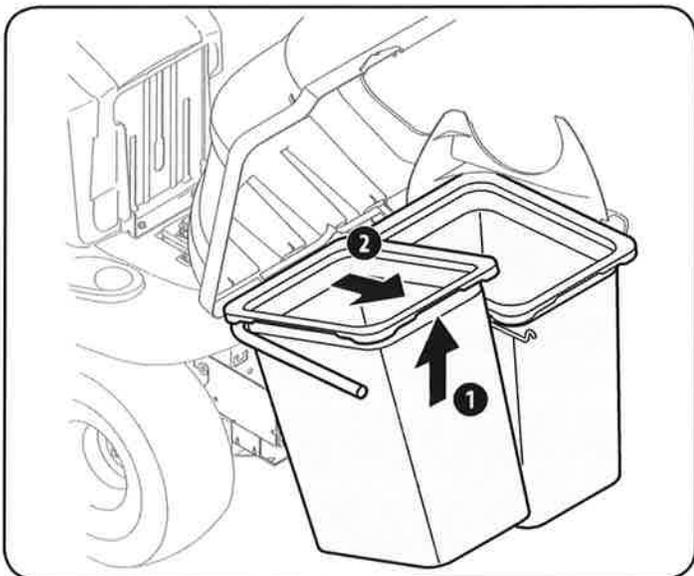

Figura 56
3. Sacar las bolsas de hierba levantándolos (1 en la Figura 56) y lejos del conjunto de soporte de la bolsa (2).